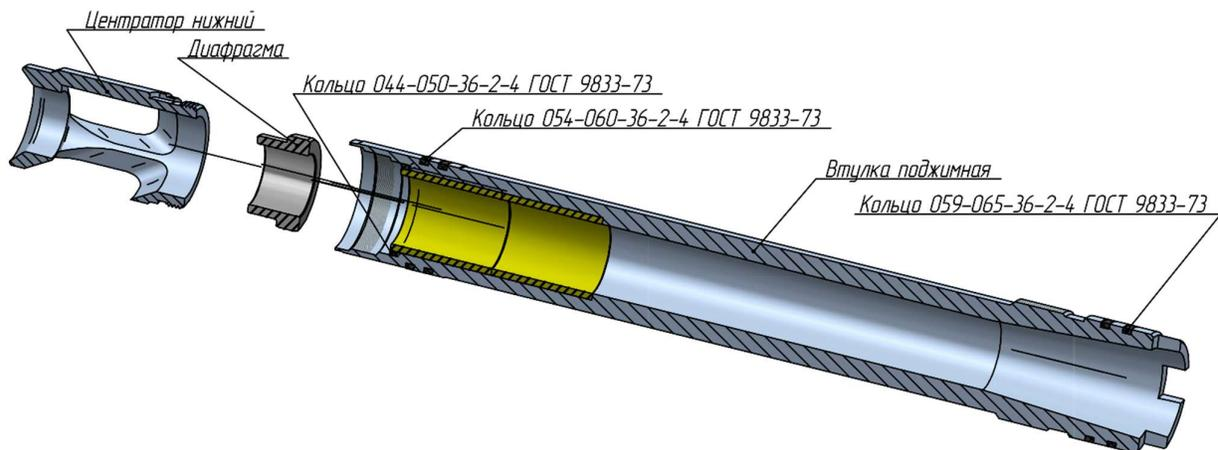

Рисунок 10.2.2
- Установите диафрагму, соответствующую предполагаемому расходу (рисунок 10.2.2);